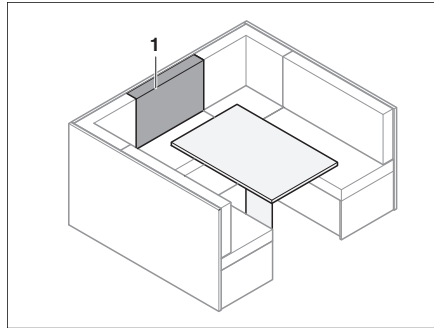

Fig. 150 Avant la transformation
- Placer le coussin de dossier (Fig. 150,1) sur la table devant le coussin supplémentaire.